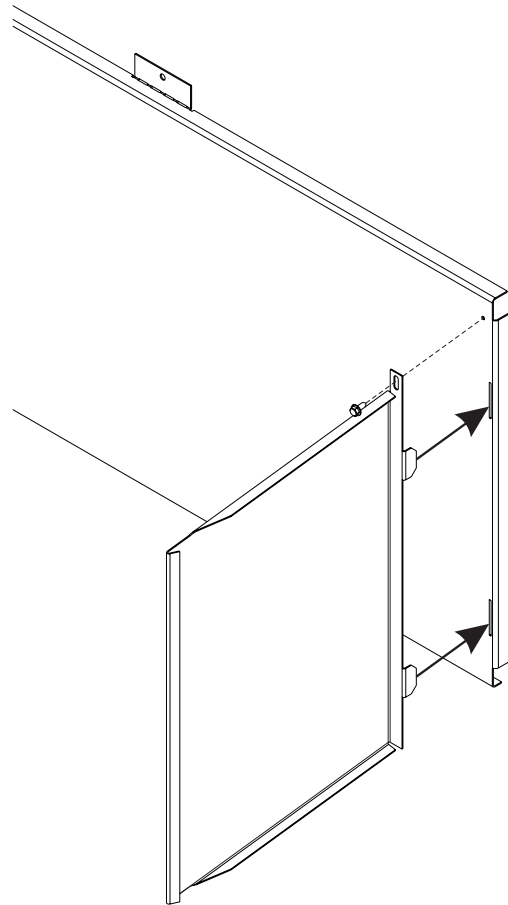

Figure 4
4. Avant le montage du panneau latéral droit, s'assurer que son dos isolant est bien en place. Aligner le panneau de droite pour insérer ses deux languettes arrière dans les fentes du panneau arrière. **Voir Figure 4.**